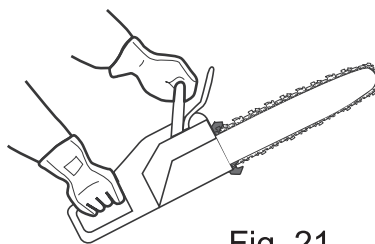

Fig. 21
- > Coloque el producto sobre cualquier superficie plana adecuada, asegurándose de que la cadena de la sierra (3) no toque la superficie u otros objetos.
- > Sujete el mango delantero (1) con la mano izquierda. Su pulgar y sus dedos deben rodear el mango. Sujete el mango trasero (11) con la mano derecha. Su pulgar y sus dedos deben rodear el mango (Fig. 21).